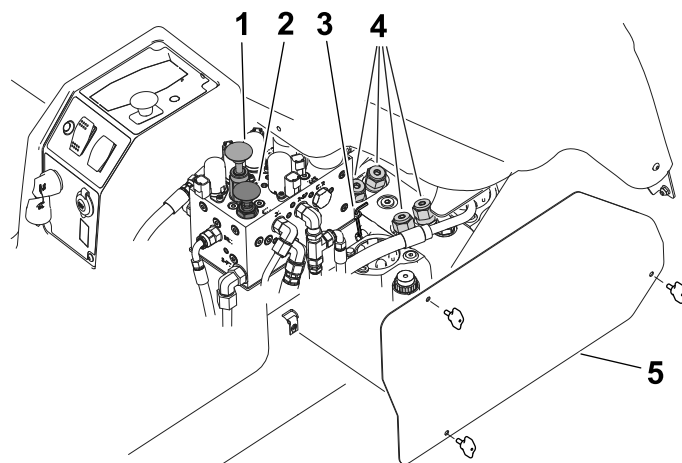

Figure 63
Remarque: Une clé hexagonale (6 mm) est fournie avec la machine ; elle est rangée près du collecteur hydraulique (Figure 63). Utilisez la clé pour effectuer cette procédure.
2. Déposez le panneau d'accès sur le côté droit de la console de commande (Figure 63).